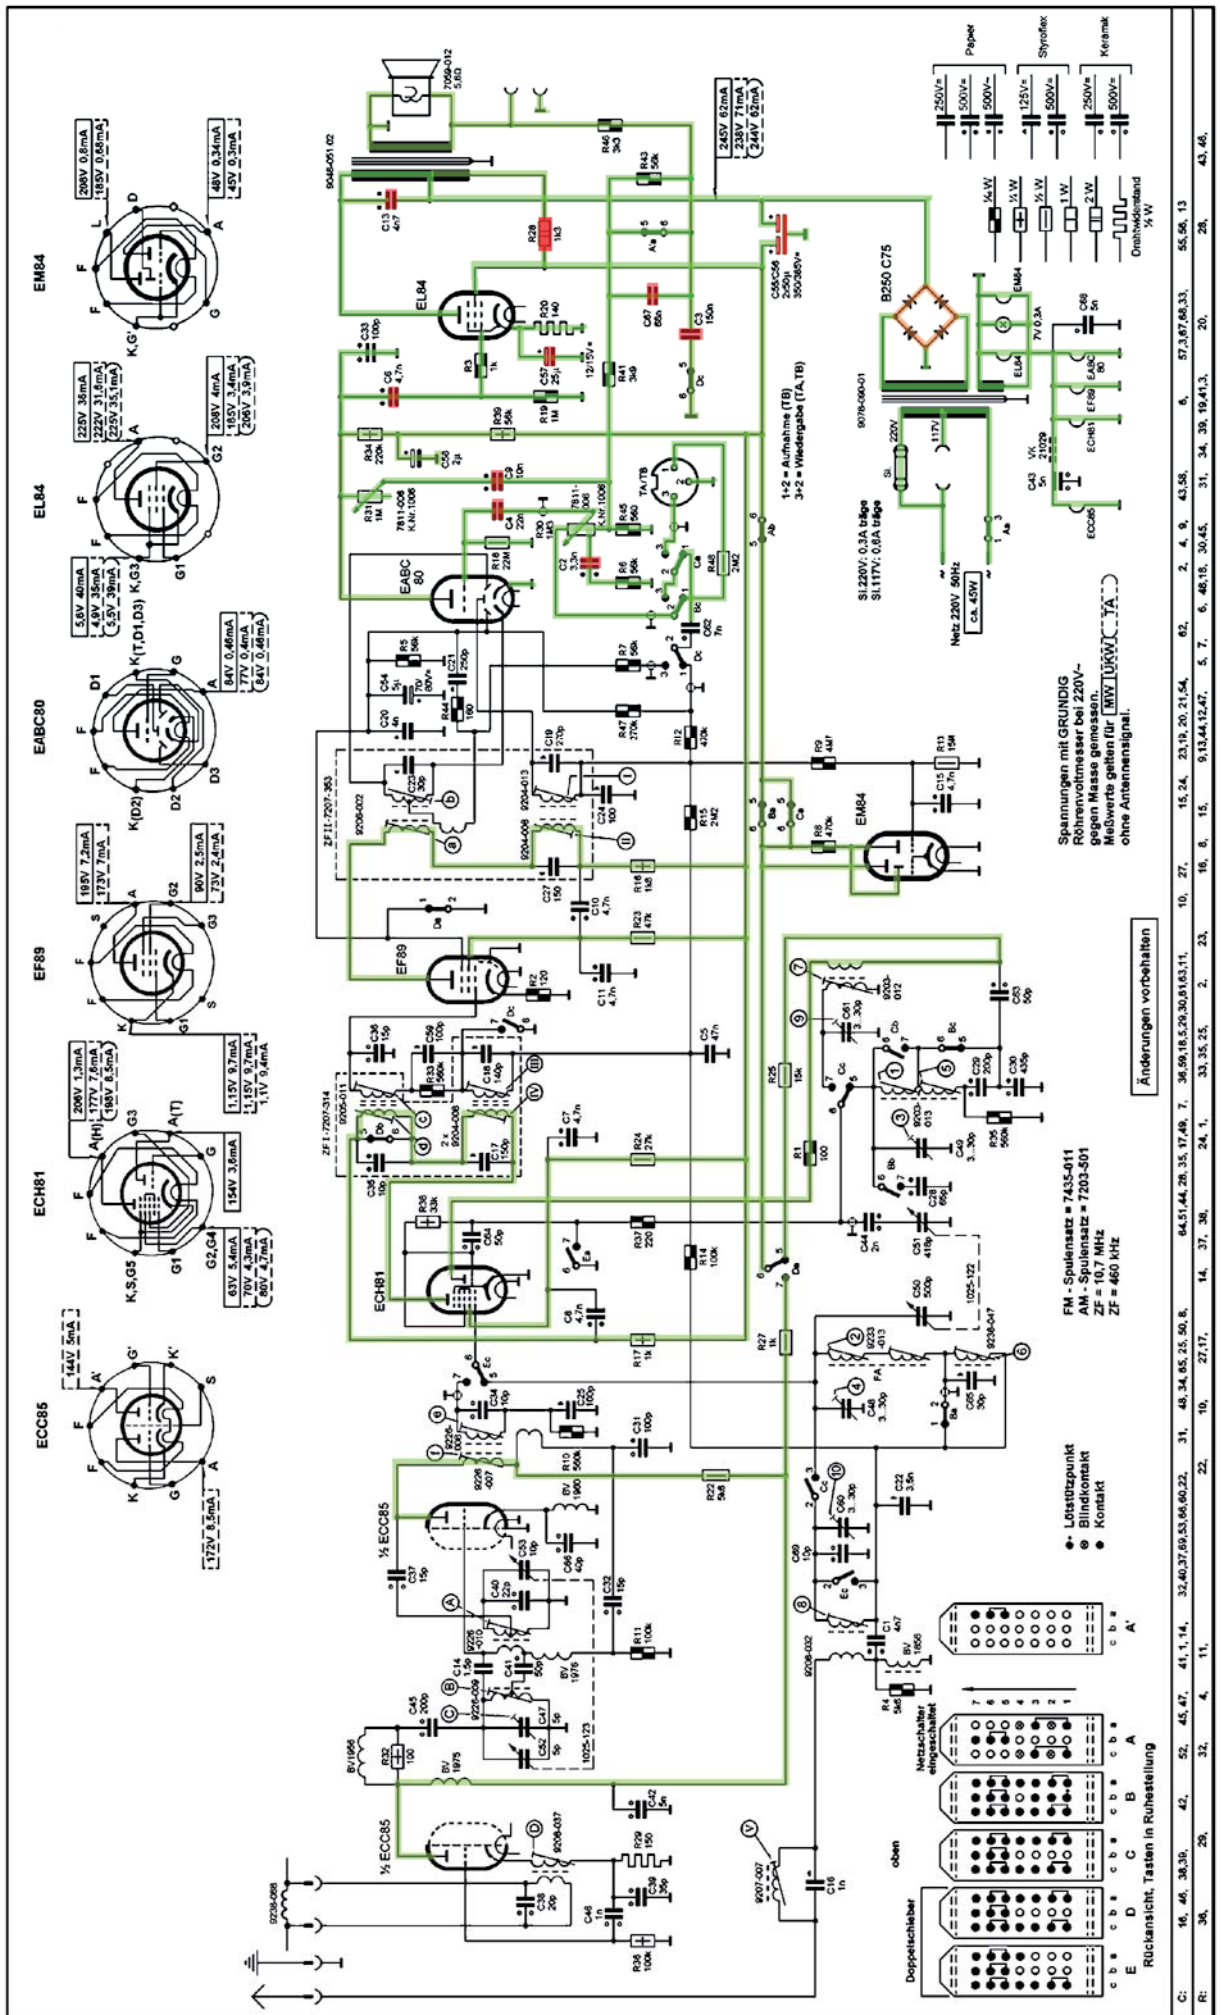

Bild 13: Die Fortschritte bei der Restaurierung, durch farbliche Markierungen im Schaltplan kenntlich gemacht
Mit der Überprüfung des gesamten Netzteils und der Audioschaltung, sind wir jetzt nahe an der spannenden Phase, bei der wir die Audioausgabe tatsächlich testen können. Dies geschieht mit einem Audiosignal, welches wir in den Kassetteneingang (TA) auf der Rückseite des Radios einspeisen, was dann hoffentlich am Lautsprecher ausgegeben wird. Wir werden dann auch die Funktionen der Klangregelung testen. Die Arbeitsschritte in diesem Beitrag haben unseren „gemalten“ Schaltplan sehr gut ergänzt (Bild 13).